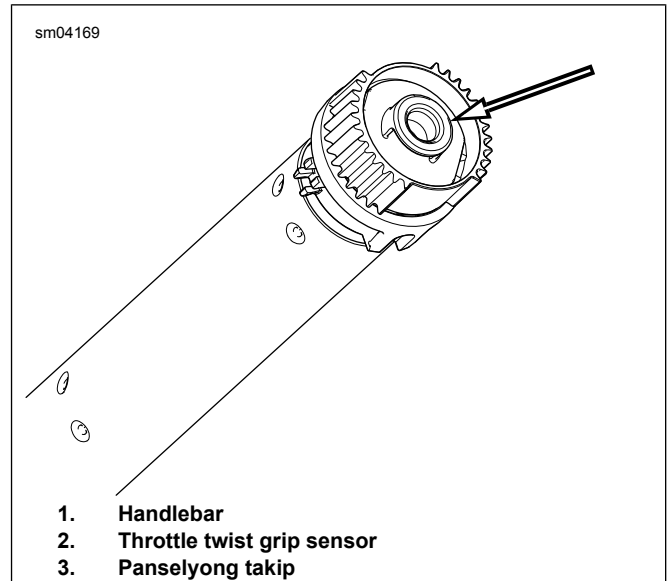

Figure 4. Alisin ang Panselyong Takip
- Tingnan ang Figure 4 . Magpasok ng maliit na screwdriver o ibang kasangkapan na flat-blade sa flat na bahagi ng isang panig ng panselyong takip.